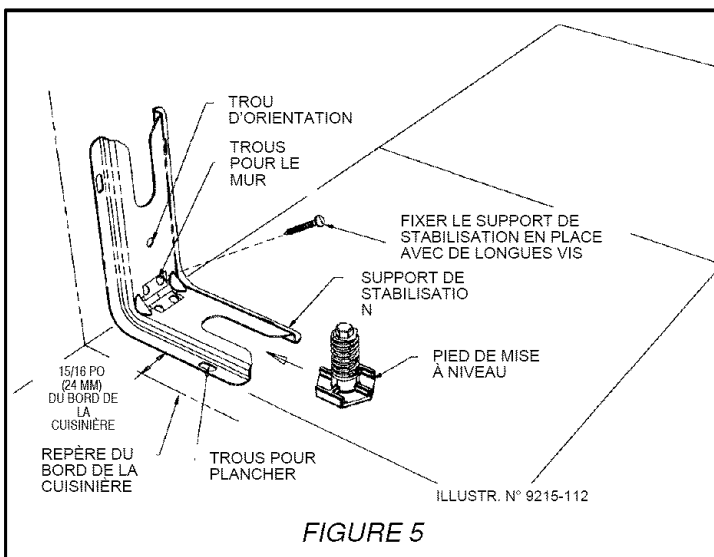

FIGURE 5
ÉTAPE 1 - Emplacement du support (voir figure 5)
- Placer le SUPPORT à 15/16 po (24 mm) de la marque « BORD » en allant vers le centre de l'ouverture et contre le mur arrière tel qu'indiqué à la figure 5.
- Utiliser le support comme gabarit et marquer l'emplacement de tous les trous pour le type de matériau sur lequel le support doit être fixé, tel qu'indiqué à la figure 5.
- Plancher : Déterminer le centre des deux trous identifiés par « TROUS POUR PLANCHER » à la figure 5. Percer un trou de positionnement de 1/8 po (3 mm) au centre de chaque trou (un clou ou un poinçon peut également être utilisé si une perceuse n'est pas disponible). Fixer le support de STABILISATION au plancher à l'aide des deux vis fournies. Passer à l'ÉTAPE 3.
- Mur : Déterminer le centre des deux trous identifiés par « TROUS POUR MUR » à la figure 5. Percer un trou de positionnement de 1/8 po
- On trouve des vis convenant au ciment ou au béton dans les quincailleries. Percer les trous de positionnement de la grandeur correspondante à celle des vis obtenues en quincaillerie au centre des trous identifiés « TROUS POUR PLANCHER » à la figure 5. Fixer le support de STABILISATION au plancher. Passer à l'ÉTAPE 3.